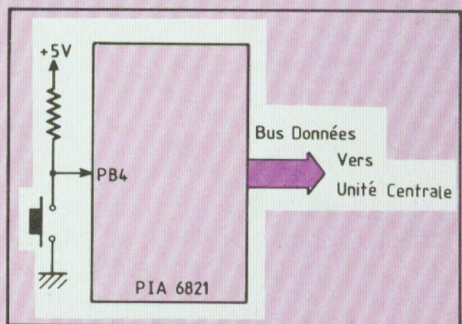

Fig. 6 : Circuit bouton-poussoir.
• Interfaçage d'un bouton-poussoir (figure 6).